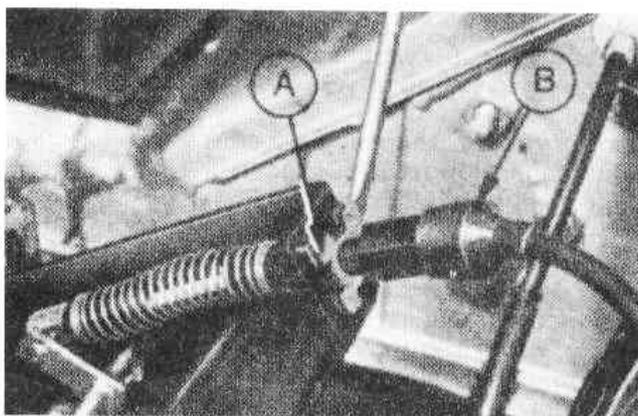

Рис. 3.10. Клипс (А) и трос акселератора (В) (Разд. 14)
1. Выверните пять винтов и снимите нижнюю декоративную панель (Рис.3.10).